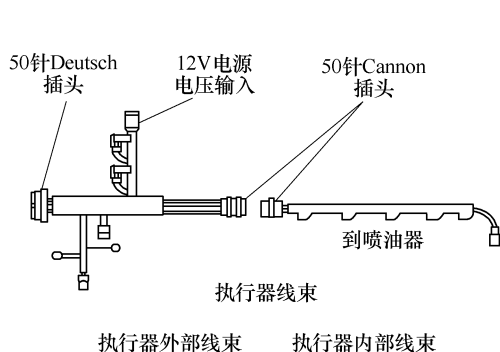
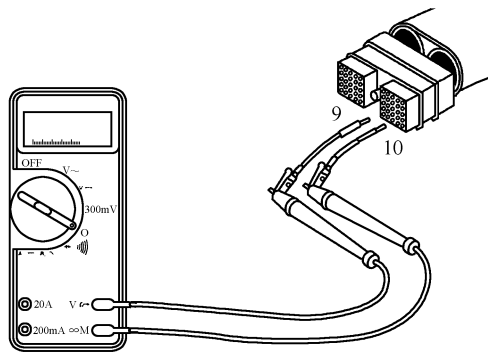

图 5-91 喷油器电磁阀线束插头连接情况
图 5-92 测量触针 10 与触针 9 之间的电阻
(1) 电阻检查
① 喷油器电磁阀线束插头连接情况如图 5-91 所示。
② 在检查记录的故障码中涉及的气缸喷油器电磁阀电路，有关电路触针对应的气缸，参考表 5-7 进行。
③ 检查喷油器电磁阀电阻，以 1 号气缸为例，测量电磁阀电阻，应先断开钥匙开关，从 ECM 上断开执行器线束插头。测量 ECM 插头触针 10(电源)和触针 9(回路)之间的电阻(图 5-92)，从数值中减去万用表电阻，电阻必须在 $0.5 \sim 1.5 \Omega$ 。